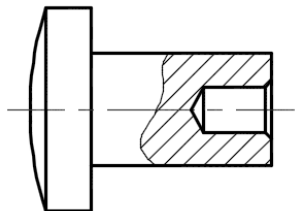

图 3-14 原始图形
1) 打开“拉伸操练.dwg”文件，原始图形如图 3-14 所示。